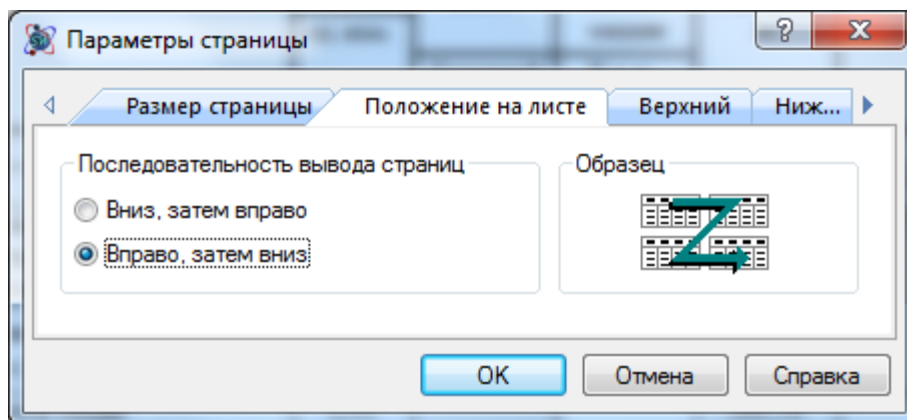

Рис. 5.5 Диалоговое окно Параметры страницы, вкладка Положение на листе
- На вкладке Положение на листе (рис. 5.5) выбрать порядок печати документов большого формата на листах меньшего формата.